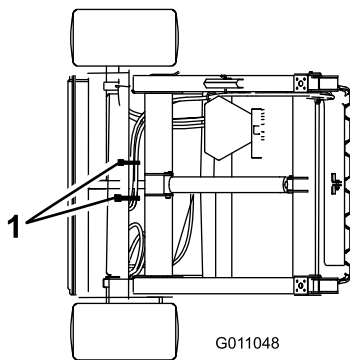

図 12
2. 油圧ホースとワイヤ・ハーネスを図 11と図 12に示すように固定する。